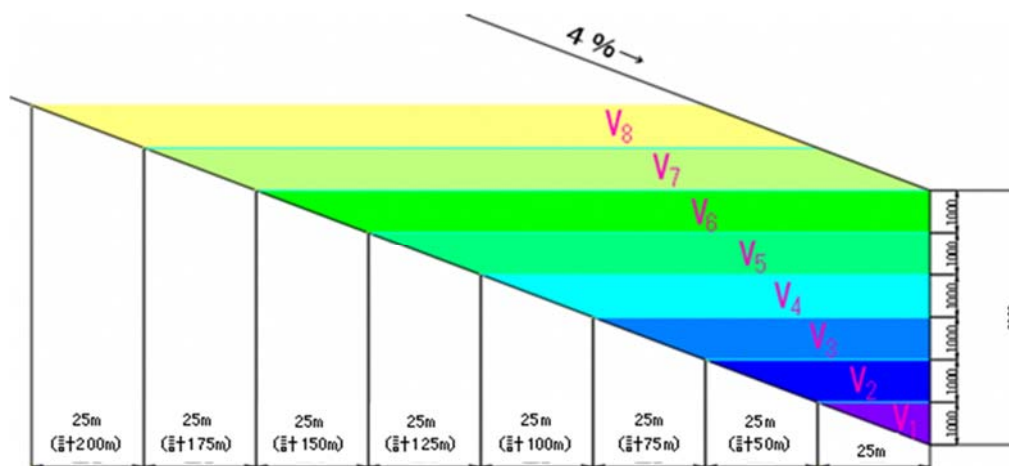
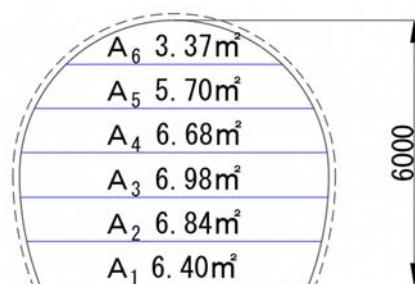

図 9-1 先進坑切羽からの浸水分布図
図 9-2 先進坑高さ1m当りの求積図
(2) 参考資料2 突発湧水発生時の検討
- ・突発湧水が先進坑を下向きに掘削している時に生じた場合、先進坑のトンネル断面で、計画縦断勾配である下向き4%の勾配を踏まえ、トンネル後方に湛水する量を切羽からの距離ごとに算出しました。(図9-1、図9-2、表9-1)